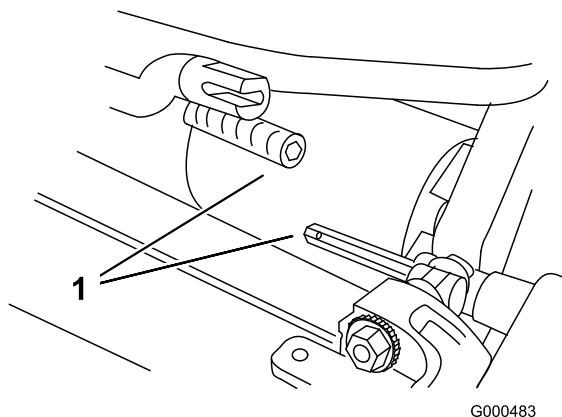

Рисунок 4
3. Задвиньте режущий блок под тяговый блок и влево, чтобы подсоединить муфту трансмиссии (Рисунок 4).